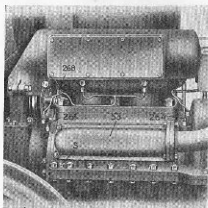

Fig. 32.
4. Skruva ut vevlagrens smörjförskruvningar (261 och 264) samt ramlagrets smörjrör (268, se fig. 32).
12. Demontera luftventillhuset (53, fig. 32), luftrenare, smörj-
16. Skruva upp de koniska styrstiften "S" (fig. 32 och 34),
förskruvningarna (261 och 264, fig. 32), omedelbart